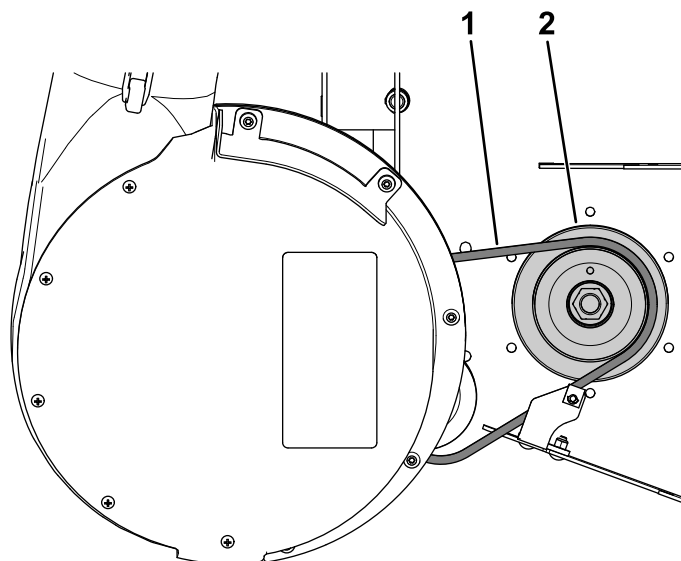

**Figura 45**
- Instale la cubierta de la correa del soplador sobre la correa, y sujete la cubierta con el pomo (Figura 45).